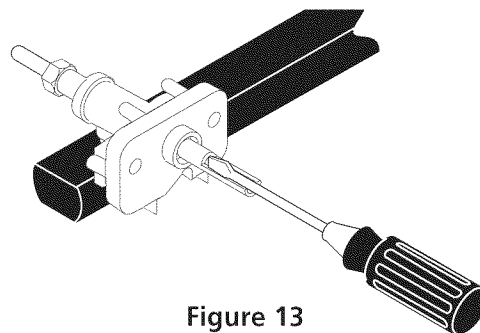

Figure 13
11.4 Réglez la position LOW des robinets des brûleurs de surface (voir Figure 13)